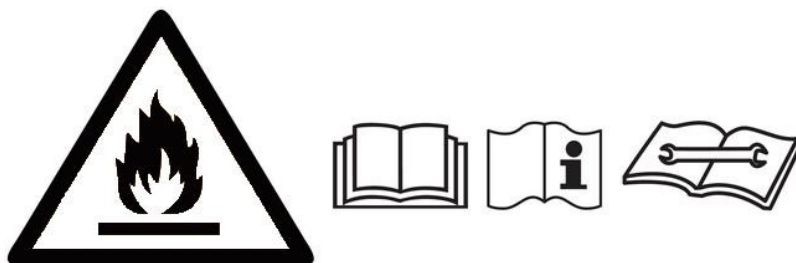

Fig. 5
- Aparatul este umplut cu agent frigorific inflamabil R290, astfel încât instrucțiunile din aceste instrucțiuni de utilizare trebuie respectate cu strictete și citite în întregime. (Fig. 5) !
- Nu efectuați singuri reparații la aparat! (Fig. 5) !